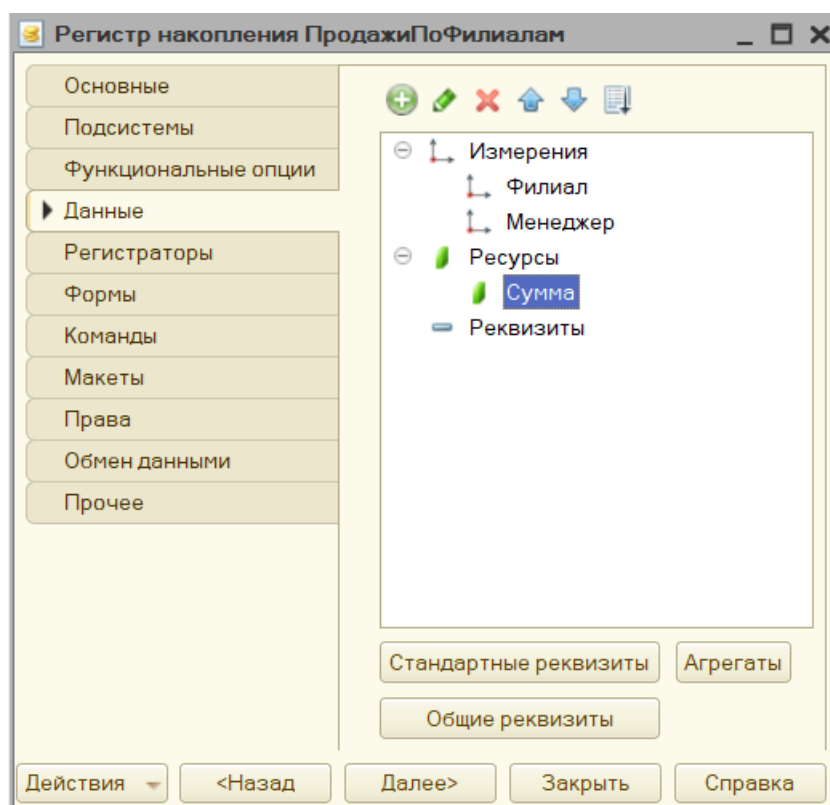

Рис. 3.41. Вкладка Данные окна редактирования регистра ПродажиПоФилиалам
3. Далее на вкладке Данные следует ввести два измерения (рис. 3.41):